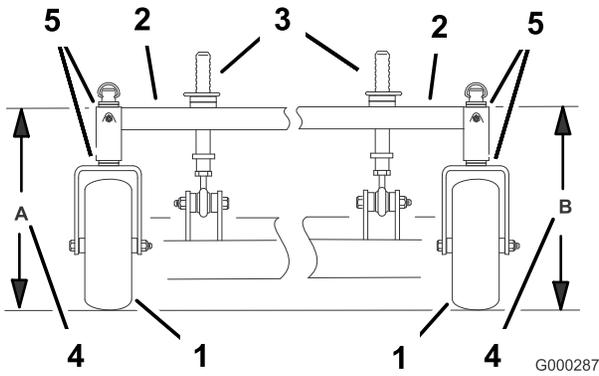

Bild 57
4. Messen Sie die Höhe des Trägerrahmens an Stelle **A** (Bild 57).
5. Messen Sie die Höhe des Trägerrahmens an Stelle **B** (Bild 57).